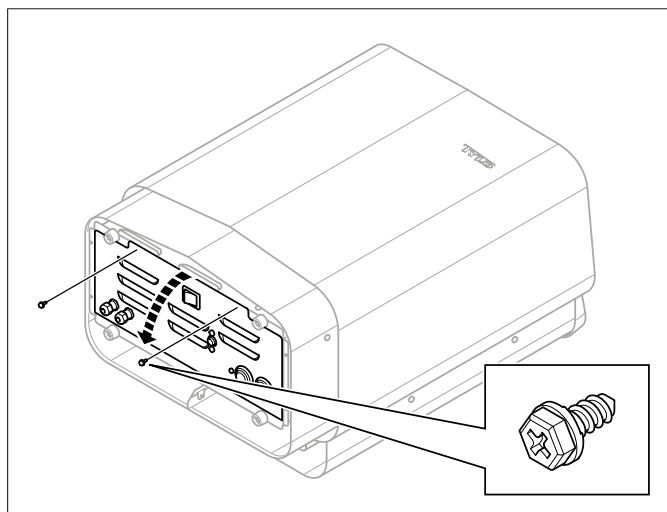

Fig 8: Ouverture/fermeture du volet
2. Desserrer les vis et ouvrir le volet (voir **Fig 8**, page 5).
7. Fermer le volet et serrer les vis (voir **Fig 8**, page 5).